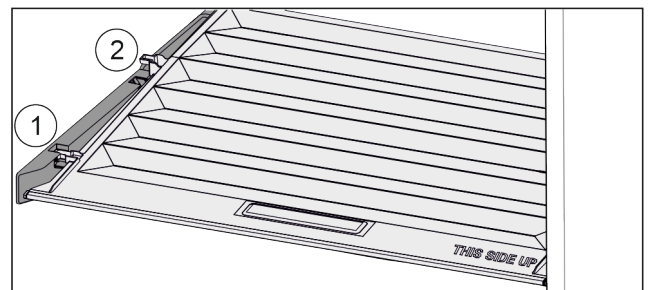

Fig. 35
- Tirare in avanti il coperchio fino all'apertura nei fermi Fig. 35 (1).
- Sollevare posteriormente dal basso e togliere verso l'alto Fig. 35 (2).